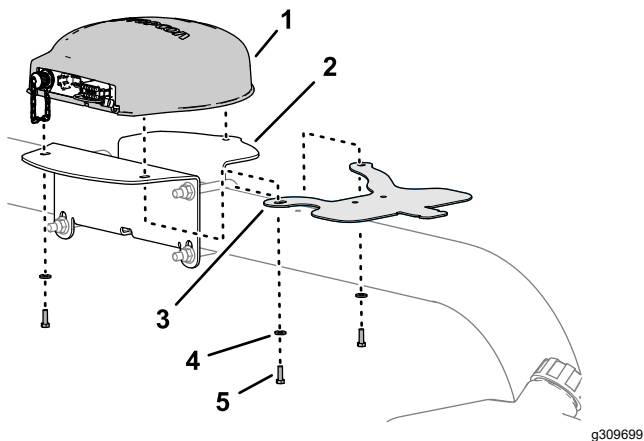

Figura 125
1. Alinee los 3 orificios roscados de la base del receptor de navegación con los 3 orificios del soporte del receptor (Figura 125).
2. Alinee el orificio y la ranura del soporte de la antena del módem con los orificios del soporte del receptor (Figura 125).
3. Monte el receptor de navegación y el soporte de la antena en el soporte (Figura 125) con los 3 pernos de cabeza hexagonal (5 mm x 16 mm) y las 3 arandelas (5 mm).